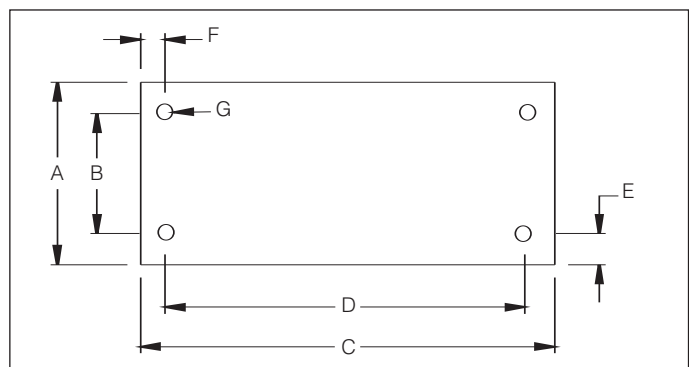

Figur 2, ZU4-ventilatormontering
4.1 Behållarens ventilatorlock (se figur 2)
Kontrollera oljenivån i pumpen före igångsättning, och fyll vid behov på olja genom att ta bort SAE nr. 10 pluggen från kåpan (se figur 2). Behållaren är full, när oljenivån når överdelen av inspektionsglasets. (Fig. 4).